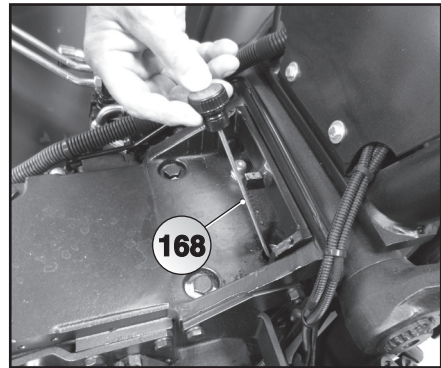

Abb. 6.6
- Die Filtrierelemente (153) auswechseln.
- Den Ölstand im hinteren Getriebe kontrollieren (Abb.6.6), wie unter "Regelmäßige Wartung" beschrieben.
- Das Öl in der Motorölwanne (150) und den entsprechenden Filtereinsatz (151) wechseln. Das Motoröl und den Motorölfilter daraufhin in den unter "Regelmäßige Wartung" angegebenen Abständen wechseln. Die im Betriebs- und Wartungshandbuch des Motors enthaltenen Anweisungen befolgen.